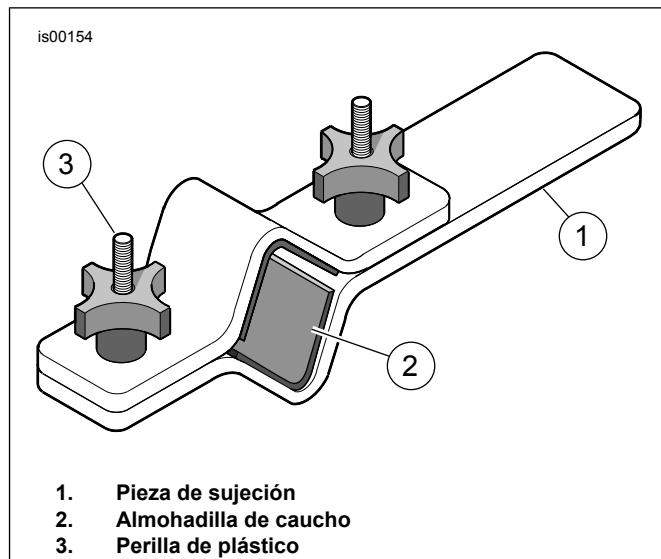
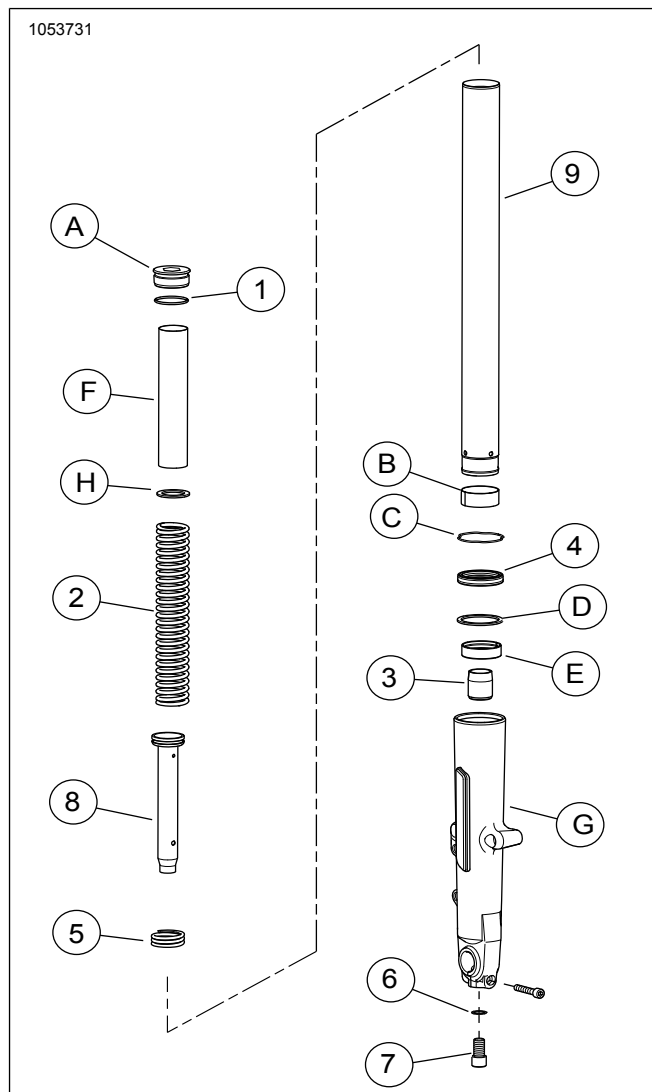

Figura 3. Sujetador para tubos de horquilla (HD-41177)
Figura 6. Piezas de servicio: Cartucho de la horquilla delantera Touring
1. Ver Figura 3. Instale la horquilla en el sujetador para tubos de horquilla (HD-41177) como sigue:
- a. Sujete el extremo de la herramienta (1) en una prensa de banco en posición horizontal.
- b. Vea la Figura 6. Con el perno de la horquilla (A) hacia arriba, sujete con una abrazadera el tubo de la horquilla (9) entre las almohadillas de caucho en el lado interior de la herramienta. Apriete las perillas hasta que el tubo de la horquilla esté sujetado firmemente.
1. Vea la Figura 6. Asegúrese que el anillo del pistón esté instalado en el tubo amortiguador con los recortes hacia abajo. Coloque el resorte de rebote (5) **nuevo** en el tubo amortiguador **nuevo** del kit (8). Introduzca el tubo amortiguador dentro del tubo de la horquilla (9) **nuevo**.
2. Introduzca el resorte (2) **nuevo** y el collarín de resorte (F) en el tubo de la horquilla con la sección densa de bobinas hacia el tubo amortiguador. Empuje la parte inferior del tubo amortiguador a través de la abertura en el extremo inferior del tubo de la horquilla. Coloque el bloqueo de aceite (3) **nuevo** sobre el extremo del tubo amortiguador.
3. Aplique Loctite 565 Thread Sealant al tornillo **nuevo** (7). Ubique el tubo de la horquilla y el tubo amortiguador en el deslizador de la horquilla (G). Sujete el conjunto en su posición aplicando presión sobre el resorte. Instale el tornillo (7) con la arandela de cobre (6) **nueva** del kit.
- c. Vea la Figura 6. Deslice la presilla de retención (C) por el tubo de la horquilla hasta que haga contacto con el sello de aceite de la horquilla. Instale la presilla de retención en la ranura del deslizador de la horquilla. No extienda o estire la presilla de retención para instalarla en el tubo de la horquilla o la presilla puede dañarse.
- d. Vea la Figura 6. Inserte la varilla en la parte superior del tubo de la horquilla hasta que el anillo de metal quede plano sobre la parte superior del tubo de la horquilla.